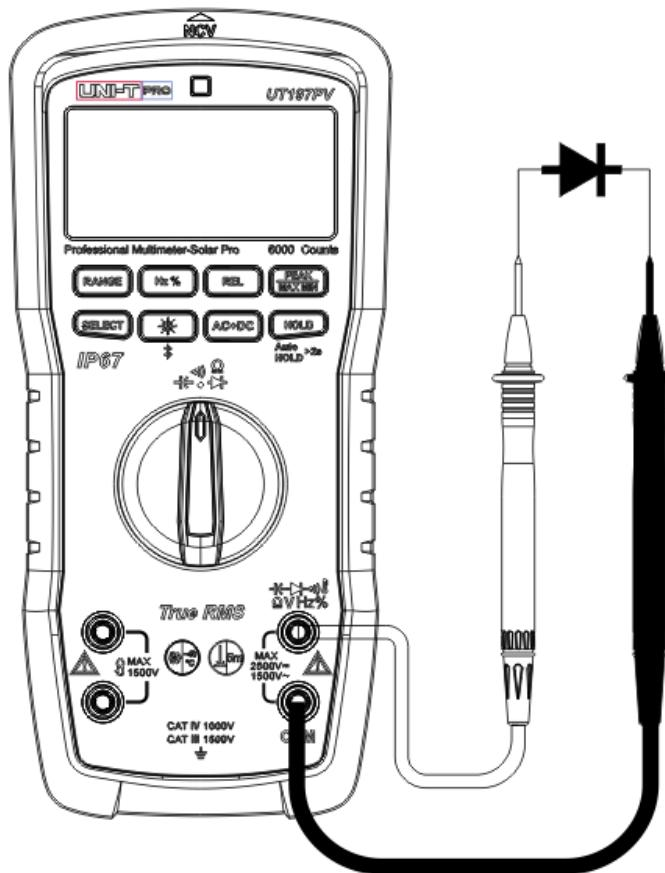

Abbildung 11
8. Diodenmessung (Abbildung 11)